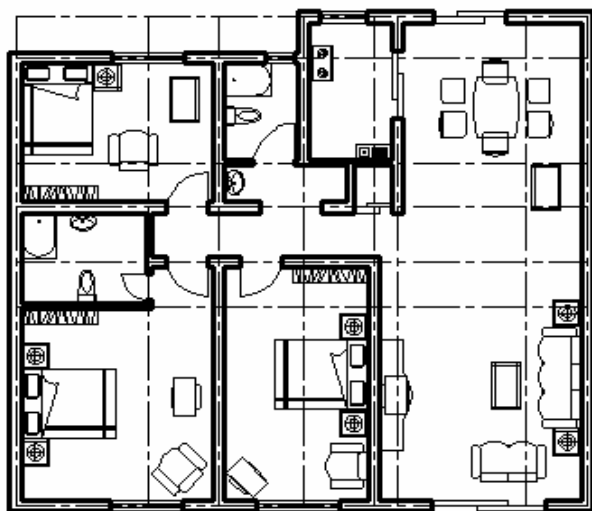

图 5-22
4.将上述绘制的各个图形插入到保存的文件中然后保存起来。最后效果如图 5-22 所示。